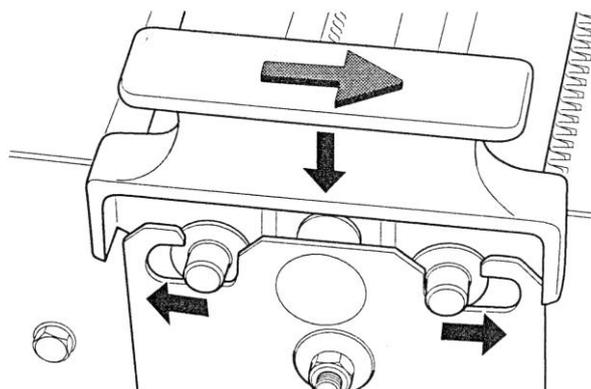

Рис.4
- Перед тем как вставить пленку удостоверьтесь, что верхняя решетка правильно установлена. Верхняя решетка должна быть прочно прикреплена к нижней болтами (рис. 4).